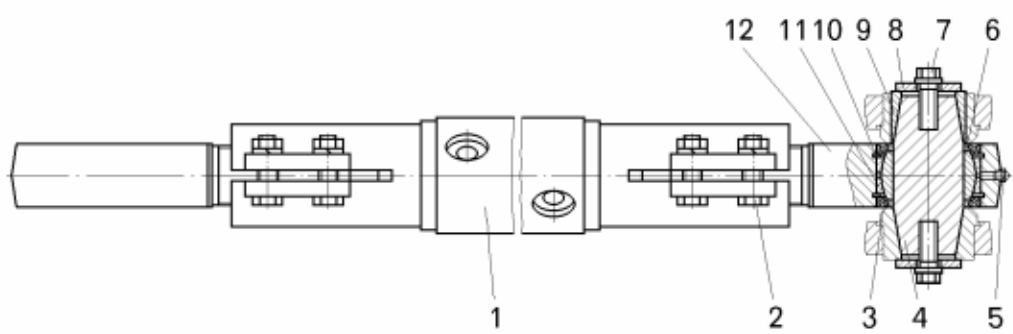

Рисунок 9.13 – Тяга рулевой трапеции:
- ослабить клеммные соединения тяги, отвернув гайки болтов 2 (рисунок 9.13);